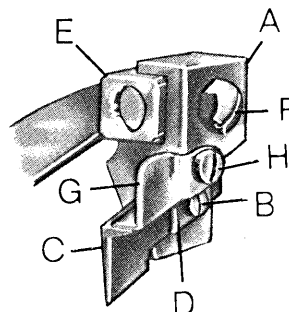

fig.11
9. Montaggio del coltello superiore (fig. 11)
2. Sbloccare la vite F (fig. 11)
3. Spingere verso destra o verso sinistra il supporto A del coltello superiore (fig. 11) per ottenere l'altezza di costa voluta.
4. Bloccare la vite F (fig. 11)